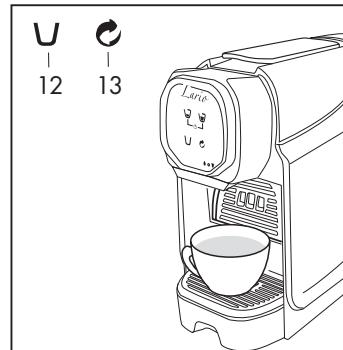

Fig. 13
- Pulse el símbolo (12) para dispensar la bebida (**Fig.13**) presione otra vez el botón una vez alcanzada la cantidad deseada.
- Pulse el símbolo (13) para activar la función aclarado (**Fig.13**) pulse otra vez el botón para detener la función.